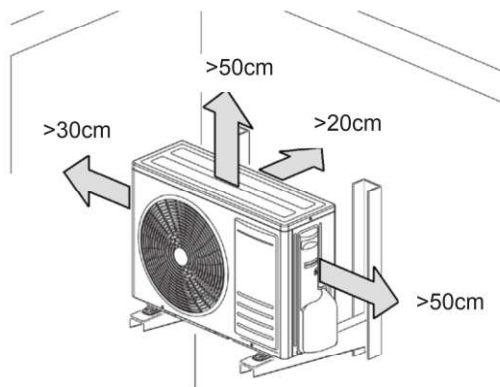
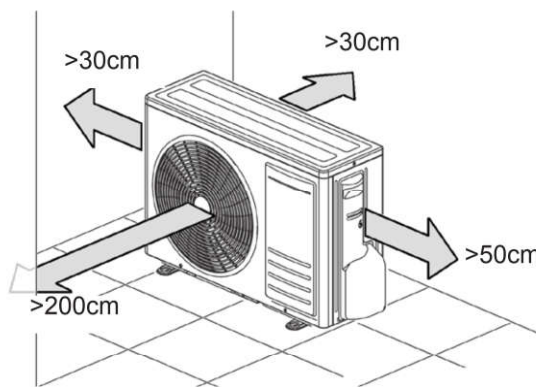

fig. 6 -
fig. 7 -
- Plaats het met respect voor de minimale afstanden tot muren, meubels of andere objecten ("fig. 6 -" e "fig. 7 -").